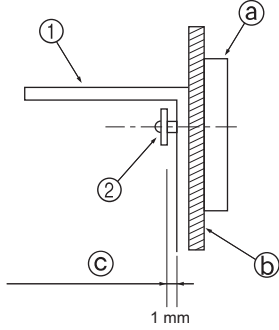

Fig. 3-4
- İlk olarak köşebendi duvara monte edin ve daha sonra köşebent yukarı ve aşağıya doğru hareket edebilecek şekilde vidaları sıkıştırın. (Fig. 3-4)
- ① Devrilmeyi engelleyen köşebent
- ② Kılavuz vida